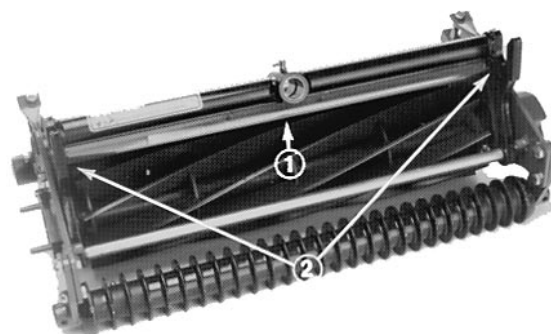

Fig. 3
- Sett klippeenheten i normalt klippestilling (fig. 3).
- Løsne skruene og mutrene som holder vernet til hver sideplate. Sett vernet i ønsket høyde og trekk til festene (fig. 3).